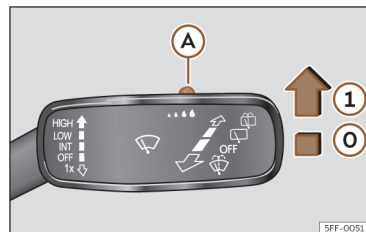

Fig. 82 Palanca del limpiaparabrisas: ajustar el sensor de lluvia (A).
Presione la palanca a la posición deseada >>> **fig. 82**.
- ① Sensor de lluvia activo; barrido automático si es necesario.
Tras desconectar el encendido y volver a conectarlo, el sensor de lluvia permanece activado y funciona de nuevo cuando el limpiaparabrisas está en la posición >>> fig. 82 ① y se circula a más de 16 km/h (10 mph).